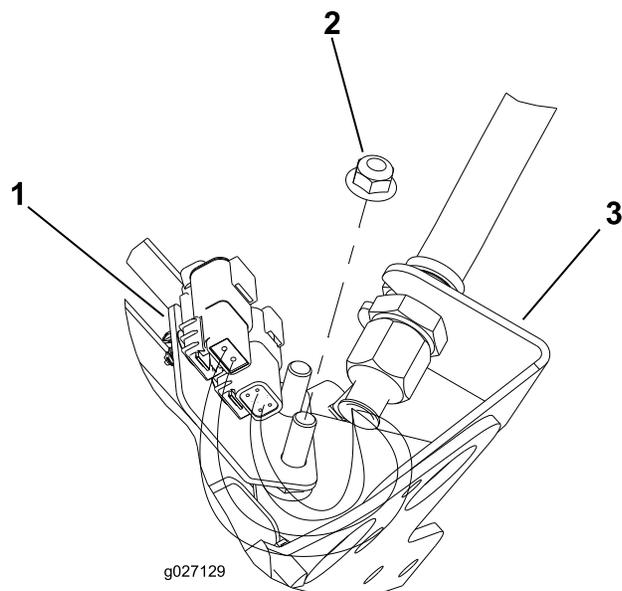
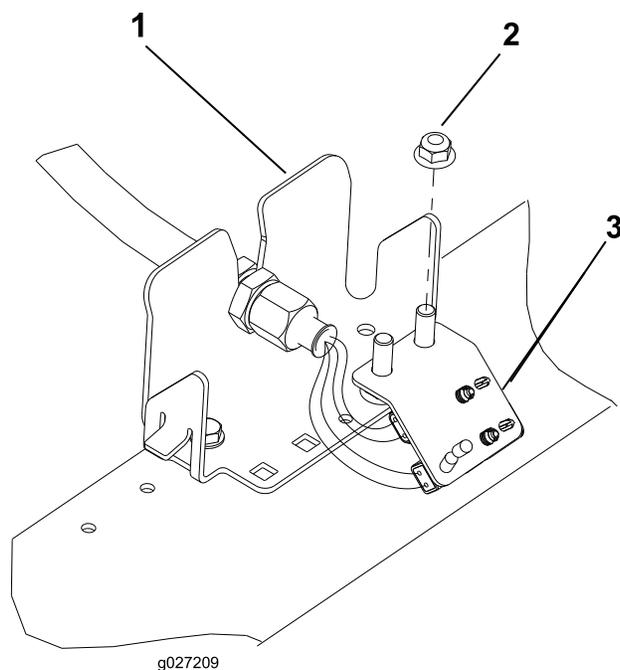

図 13
図 16
6. 残りのバルクヘッド4個についても同じ作業を行う。 図 13 図 16を参照。